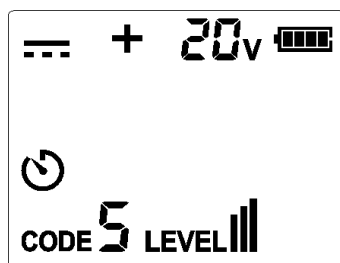

Figura 9.1a Medición de voltaje DC
4. Cuando el voltaje es de 8V ~ 480V DC/AC(50/60Hz). Si el voltaje medido es voltaje DC y el polo positivo está conectado al puerto V +, se mostrará la polaridad del puerto (la polaridad del puerto V + es "+"). Como se muestra en la Figura 9.1a.